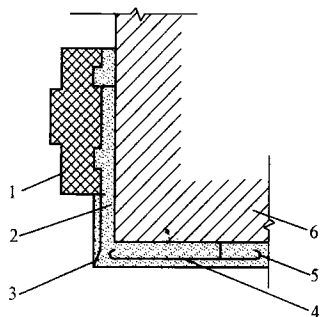

图 1-20 暗护角
① 暗护角做法。在墙面抹灰前清扫浇水，根据灰饼厚度抹上水泥砂浆；粘好八字靠尺并找好部位吊直（图 1-20），用 1:2 水泥砂浆分层抹平，等砂浆稍平，再用素水泥浆埭出小圆角。